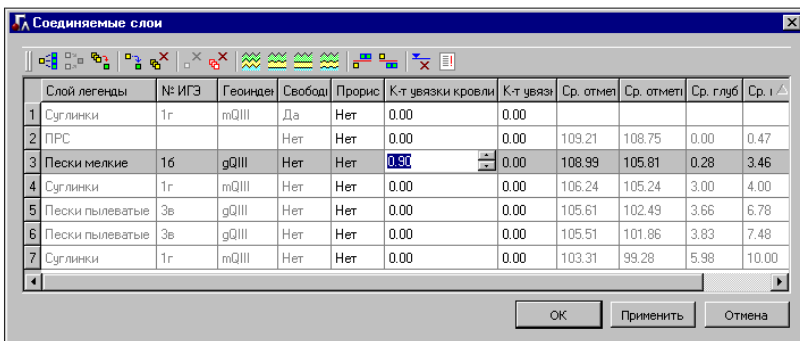

Рис. 12.9
- В открывшемся диалоге задайте **Коэффициент увязки кровли** для **Песков мелких** – 0,9 (рис. 12.9).